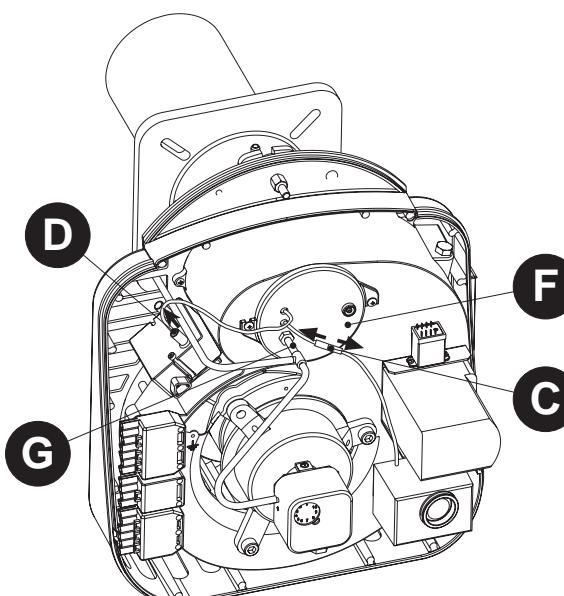

рис. 2c
- 2)** Отсоедините кабели "D" и "C" в указанных местах и соответствующие кабельные втулки на крышке "F". Отсоедините трубку "G" от крышки "F" (рис. 2c).